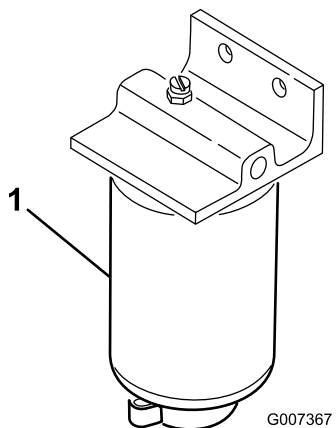

Figure 46
1. Placez un bac de vidange propre sous le filtre à carburant (Figure 46).
2. Nettoyez la surface autour des supports de la cartouche du filtre (Figure 46).